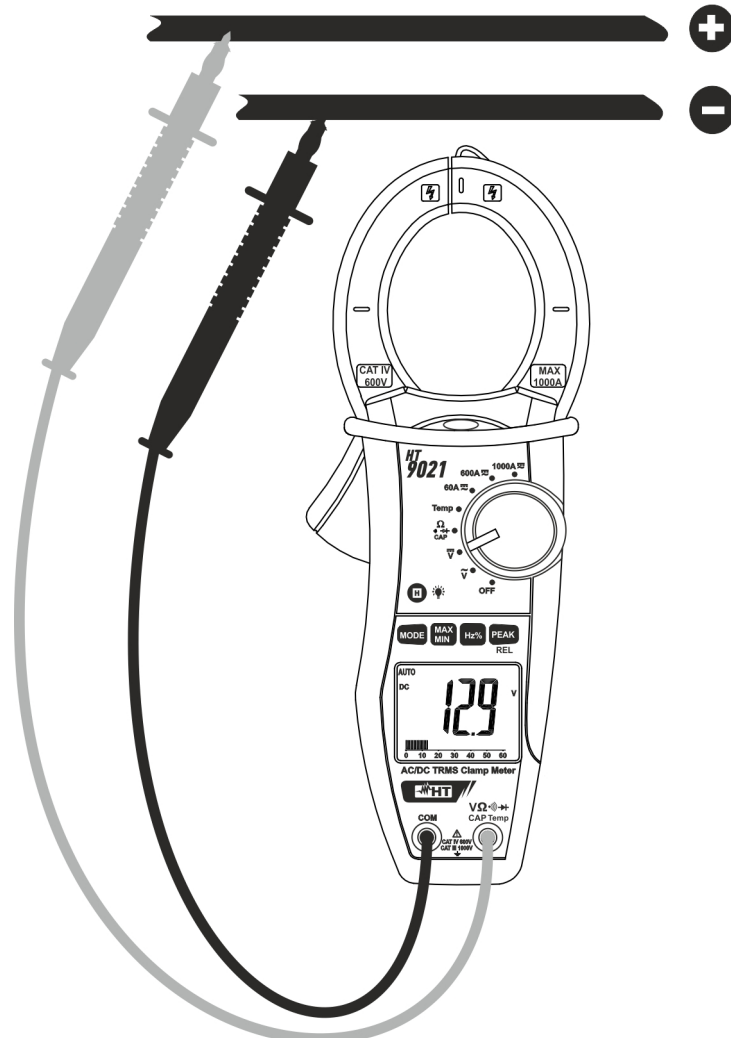

Fig. 4: Uso della pinza in misura di Tensione DC
2. Inserire il cavo rosso nel terminale di ingresso $V\Omega\text{CAP Temp}$ e il cavo nero nel terminale di ingresso **COM** (Fig. 4)